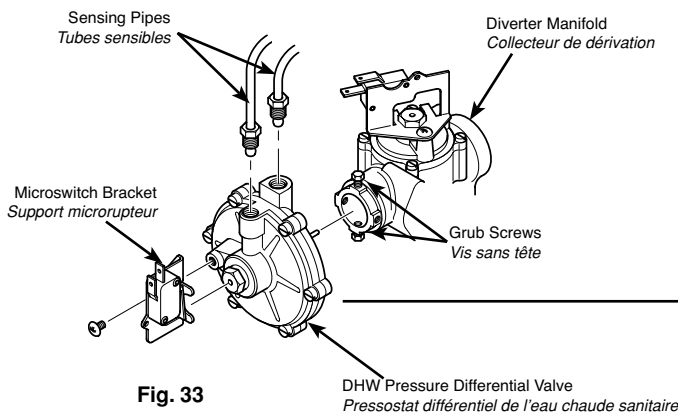

Fig. 33
### 8.8 Diverter Valve Assembly (Figs. 33 & 34)
- Undo the screw securing the microswitch bracket to the valve (Fig. 33).
### 8.8 Ensemble vanne trois voies Fig. 33 et 34
- Dévisser la vis de fixation du support du microrupteur sur la vanne (Fig.33).